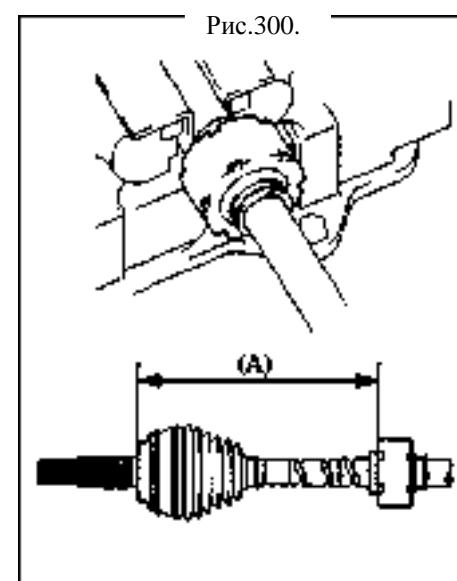

Рис.300.
26. Установите динамический буфер приводного вала (правый приводной вал) (рис.300).